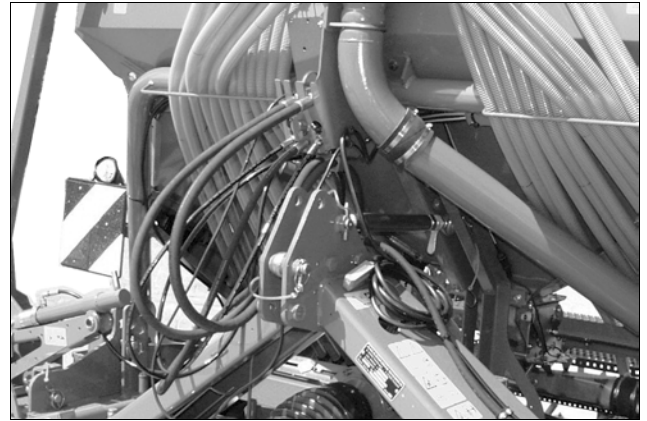

Fig. 28
- Afmonter hydraulikslangerne fra traktoren og anbring dem i holderne (Fig. 28).